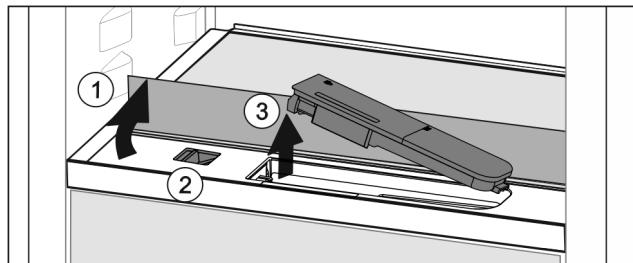

Fig. 56
- Stekleno ploščo dvignite in jo sklopite nazaj do omejevalnika Fig. 56 (1).
- Drsnik Fig. 56 (2) potisnite v levo.
- Odstranite rezervoar za vodo Fig. 56 (3).